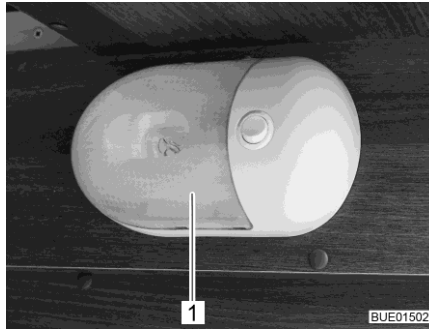

Bild 296 Påbyggnadslampa
- Tryck försiktigt samman den transparenta kåpan (Bild 296,1) på båda sidor, dra lätt bort den från brytaren och ta bort den framifrån.